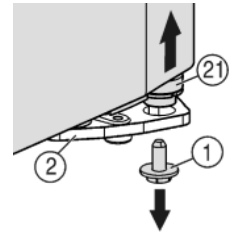

Fig. 4
- ▶ Unten rechts am Lagerbock die Sicherungsschraube Fig. 4 (1) herausdrehen.
- ▶ Der Lagerbolzen Fig. 4 (21) löst sich aus dem Lagerbock Fig. 4 (2).
- ▶ Falls sich der Lagerbolzen Fig. 4 (21) nicht löst, den Bolzen von unten herausdrücken.
- ▶ Sicherungsschraube Fig. 4 (1) unten in den Lagerbolzen eindrehen und festziehen (**mit 4 Nm**).